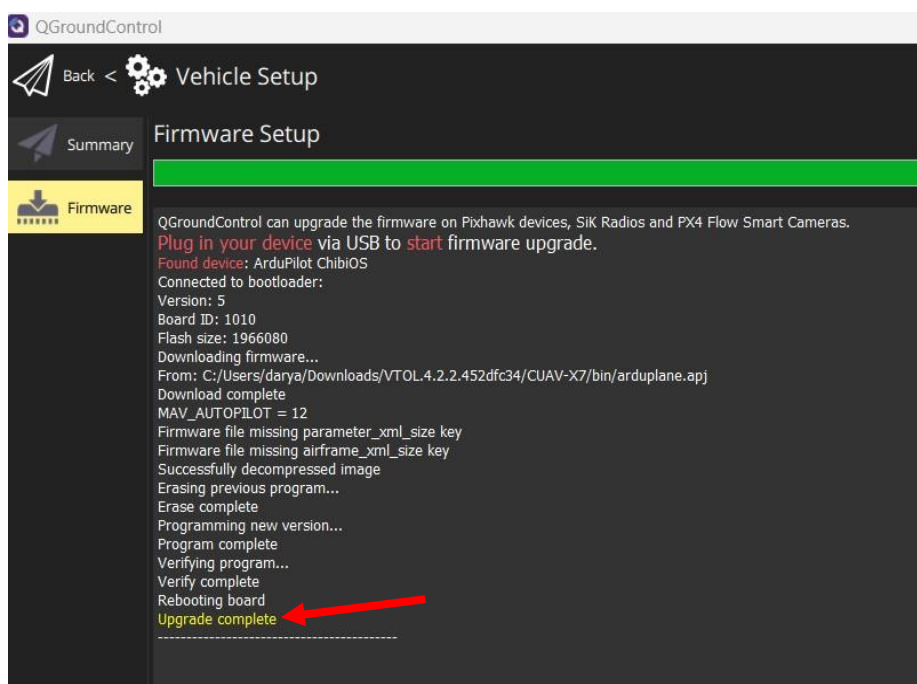

Рисунок 15– Окончание процесса установки AIRPILOTUAV на контроллер
11. Дождаться окончания процесса установки AIRPILOTUAV – на экране появится надпись: «Upgrade complete» (рисунок 15).